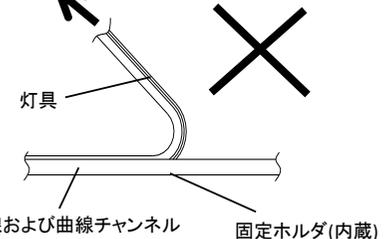

図6
- ※ 図6のように、灯体を強く引いて取外さないでください。LEDが不点灯になる可能性があります。